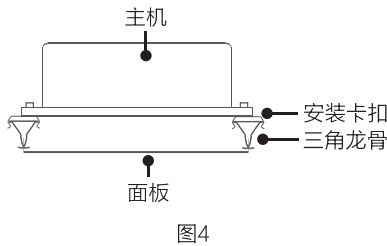

图4
- 4 将主机倒在龙骨上，使卡扣紧锁龙骨。托住面板，接好 LED 灯电线及显示板电线，然后将面板扣入龙骨。（如图 4）